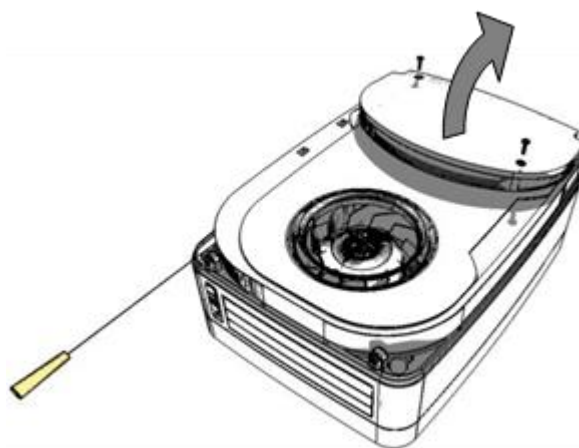

Figura 6
4. Svitare le due viti e rimuovere il coperchio del vano elettrico (Figura 6).